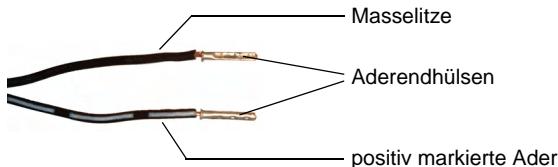

Abb. 6: Mit Aderendhülse versehene Litzenleitungen
Die positive Ader ist üblicherweise mit einem weißen oder farbigen Streifen o.ä. markiert (siehe Abbildung 6).
- Wenn die Ausgangsadern aus Litzenleitungen und nicht aus einer Massivdrahtleitung bestehen, müssen diese mit einer 8 mm langen Aderendhülse versehen werden, siehe Abbildung 6.